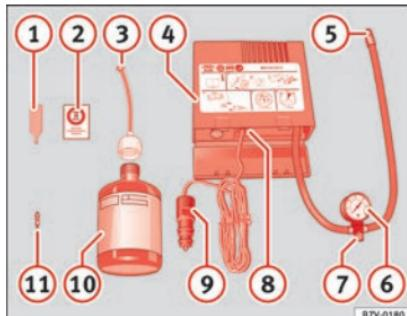

Fig. 97 Rappresentazione standard: contenuto del kit per la riparazione degli pneumatici.
Il kit per la riparazione degli pneumatici si trova nel sottofondo del bagagliaio. Include i seguenti componenti »» fig. 97:
Riavvitare il tubo di gonfiaggio » fig. 97 ⑤ e controllare la pressione con il manometro ⑥.